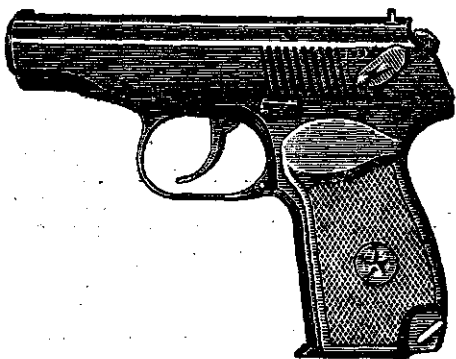

Рис. 1. Общий вид 9-мм пистолета Макарова
1. 9-мм пистолет Макарова (рис. 1) является личным оружием нападения и защиты, предназначенным для, поражения противника на коротких расстояниях.